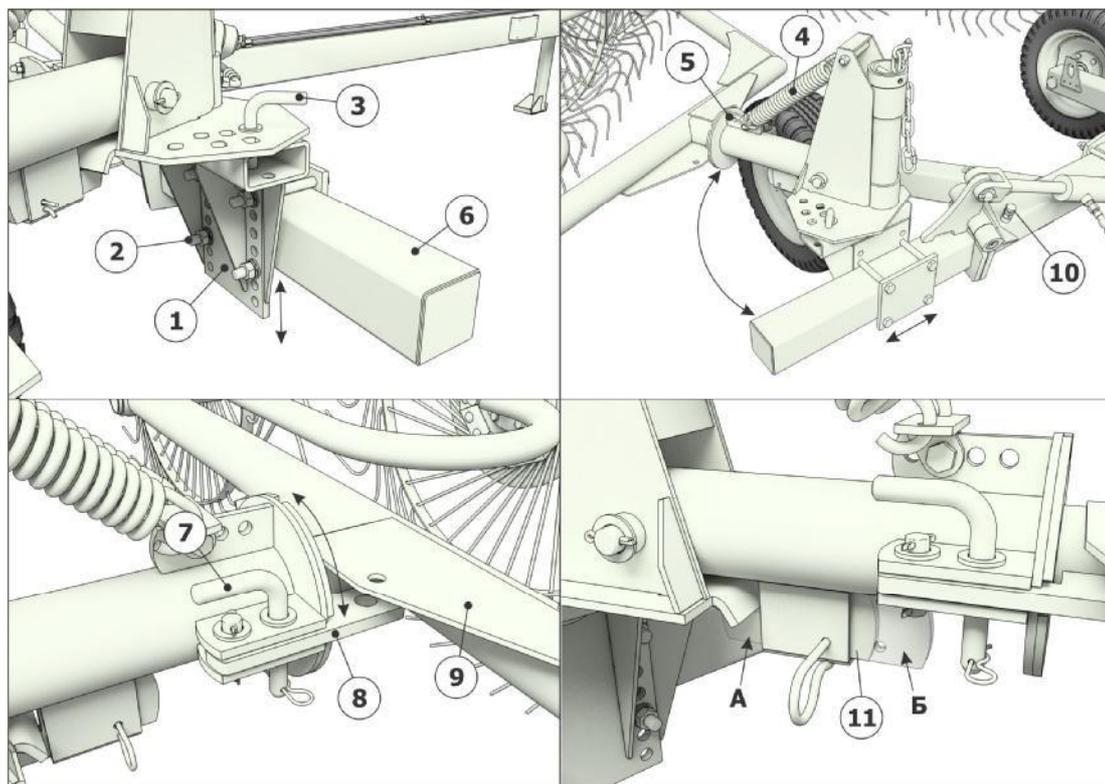

Рисунок 6.1 - Регулировки граблей
Грабли готовы к работе после того, как они будут навешены на трактор, смазаны, отрегулированы и обкатаны вхолостую. Перед эксплуатацией граблей необходимо выполнить следующие регулировки (см. рисунок 6.1):
2) Установить необходимую схему расположения рабочих органов (см. рисунки 3.2-3.4). Для этого необходимо расшплинтовать фиксатор 7 (рисунок 6.1), откинуть кронштейн 8, перевернуть на 180° раму 9 вместе с тандемами и рабочими колесами (либо тандем с двумя колесами относительно рамы 9), установить кронштейн 8 обратно в паз, установить фиксатор 7 и зашплинтовать его.
4) Установить необходимую ширину валка. Для этого необходимо отпустить болтокрепези 2 (рисунок 6.1) и передвинуть секцию на нужное расстояние. Далее болтокрепез затянуть.
Перед переводом граблей в транспортное положение необходимо установить схему расположения рабочих органов на «сгребание» и установить фиксаторы 11 (рисунок 6.1) в положение Б.